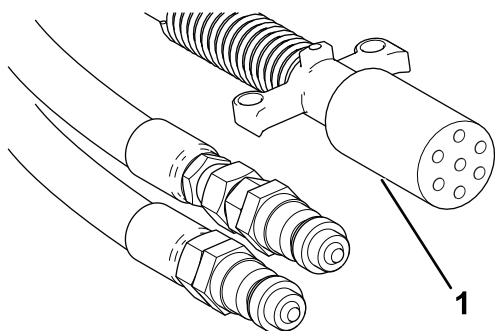

図 21
8. コイル付きピン電源ケーブルを、マシンのソケットおよび牽引車両に接続する図 21。